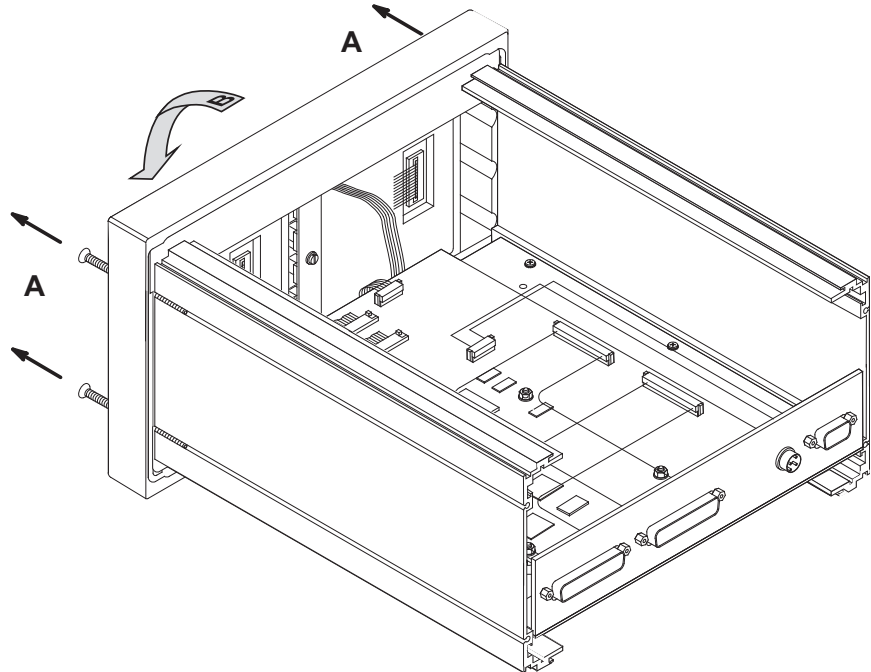

Bild 4-26: Lösen und Herunterkippen des Frontpanels
7. Lösen Sie mit einem geeigneten Schraubendreher die vier Kreuzschlitzschrauben auf der Vorderseite des Gerätes (Bild 4-26, A).
8. Kippen Sie das Frontpanel vorsichtig auf die Unterlage (Bild 4-26, B). Achten Sie darauf die Displays nicht zu verkratzen oder zu beschädigen. **Achtung: Ziehen oder zerran Sie dabei bitte NICHT an der Tastaturkabelverbindung und beschädigen Sie diese nicht!**